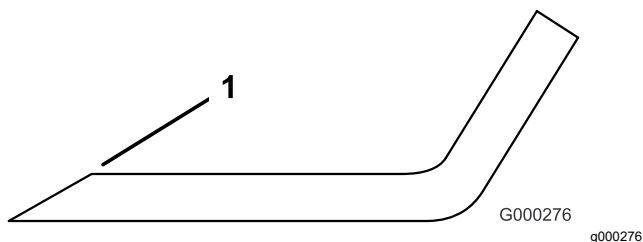

図 132
- すべてのブレードの刃先を点検し、刃先が丸くなっていたり打ち傷がある場合には研磨する **図 132**。
注 研磨は刃先の上面だけに行い、刃の元々の角度を変えないように十分注意する **図 132**。両方の刃先から等量を削るとブレードのバランスを維持することができます。